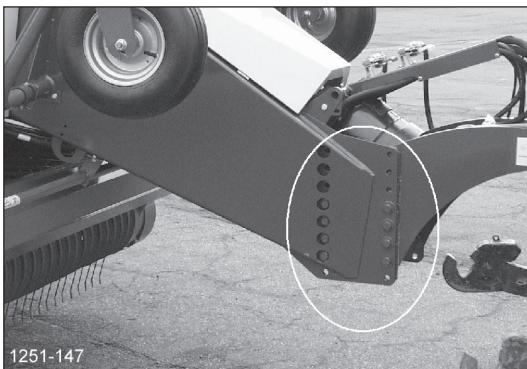

Рисунок 14
- ❑ При необходимости: измените положение дышла при помощи регулировки по высоте (Рисунок 14). Если машина присоединена к тягачу, то передняя часть тяговой проушины и горизонтальные поверхности защитного кожуха должны располагаться параллельно земле.